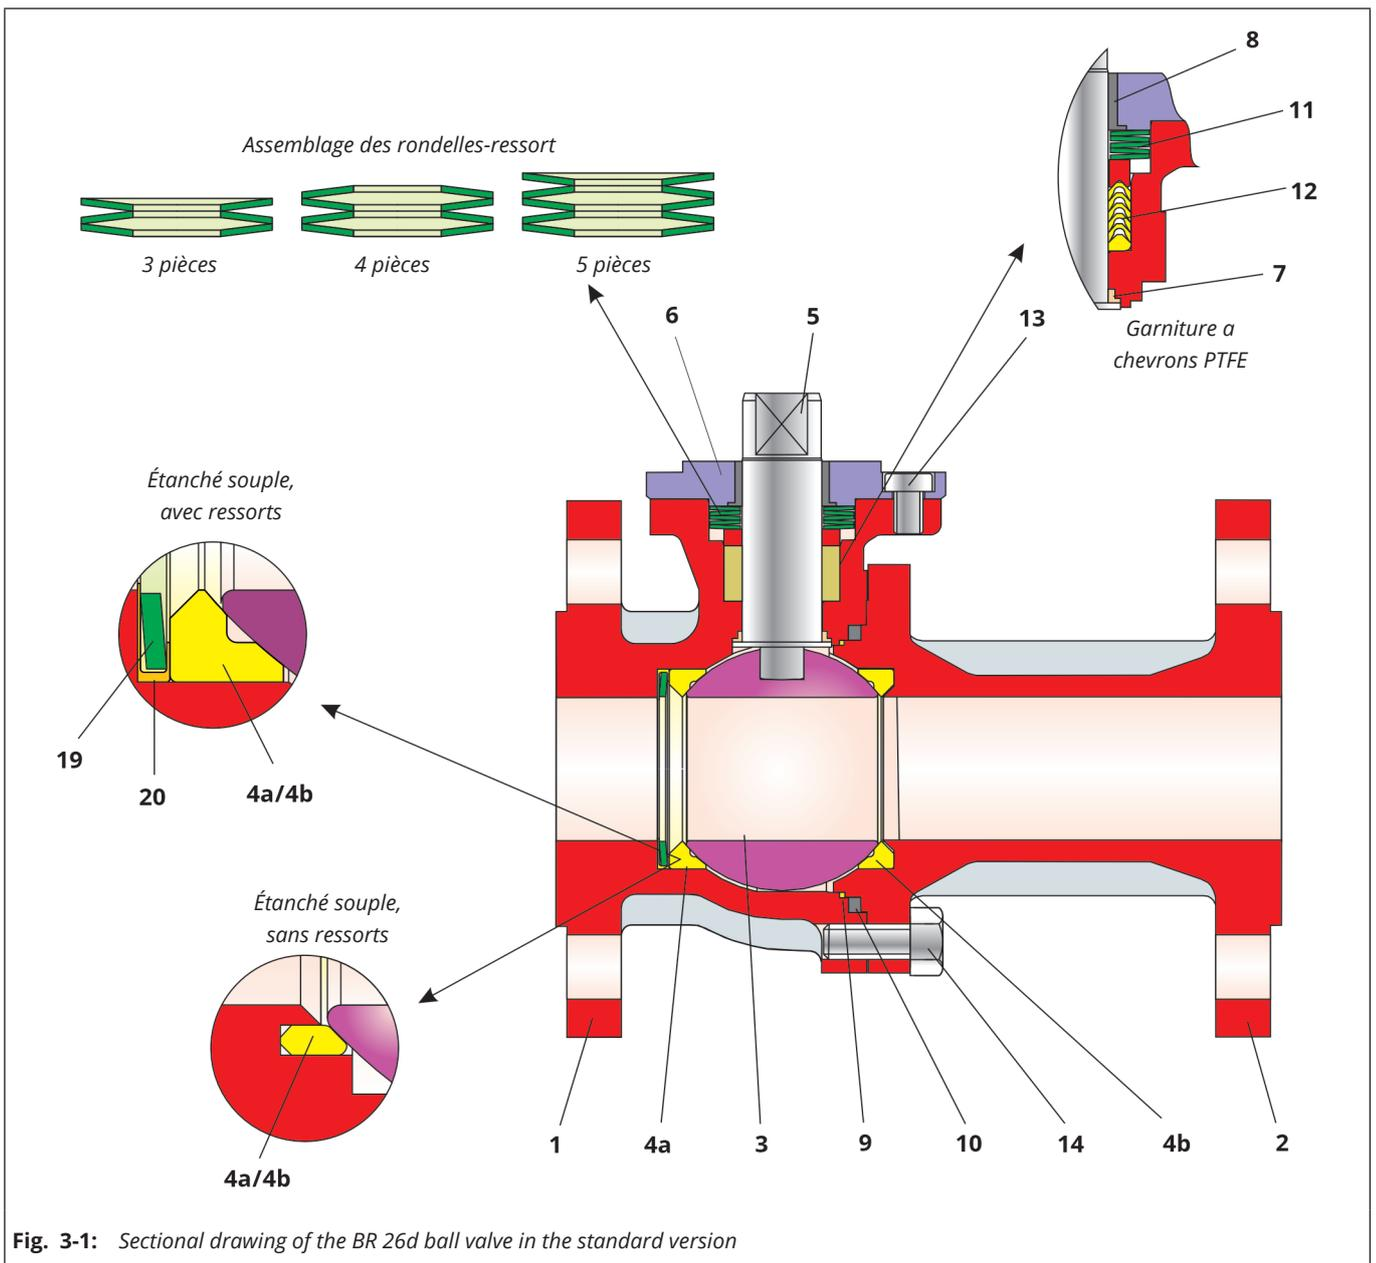

Fig. 3-1: Sectional drawing of the BR 26d ball valve in the standard version
- ⇒ Faire glisser la garniture à chevrons (12) sur l'axe de commande monté (5) avec un léger mouvement de rotation, puis l'insérer dans le logement de la garniture du corps de base (1). Assemblage et nombre de manchons en V cf. Fig. 3-1.
- ⇒ Placer le jeu de rondelles-ressorts (11) sur la garniture (12). Assemblage et nombre de rondelles-ressorts cf. Fig. 3-1.